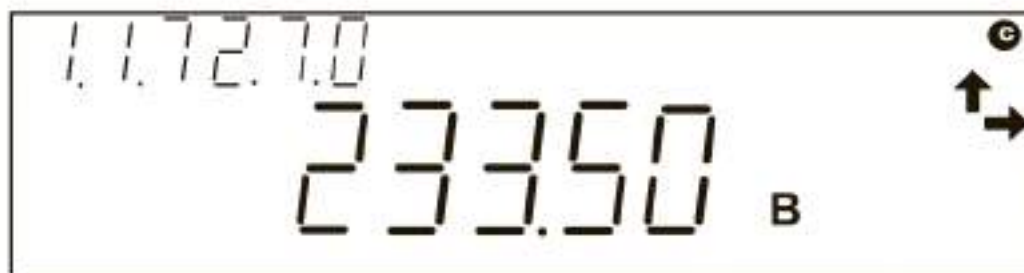

Рис. 8
5.1.2.4 Формат отображения на ЖКИ действующего значения напряжения в каждой фазе, с указанием номера фазы, должен соответствовать рис. 8. Пример приведён для действующего значения напряжения 233,5 В в фазе C).